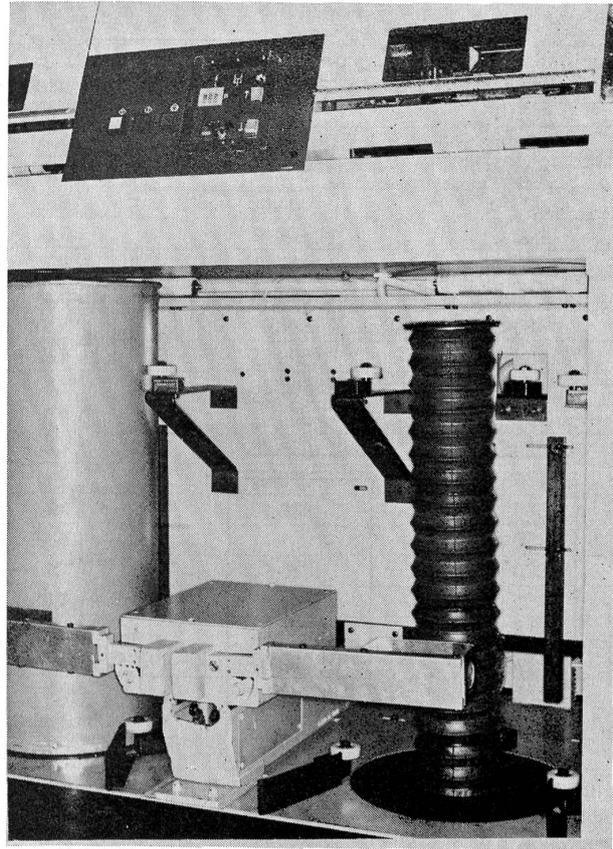
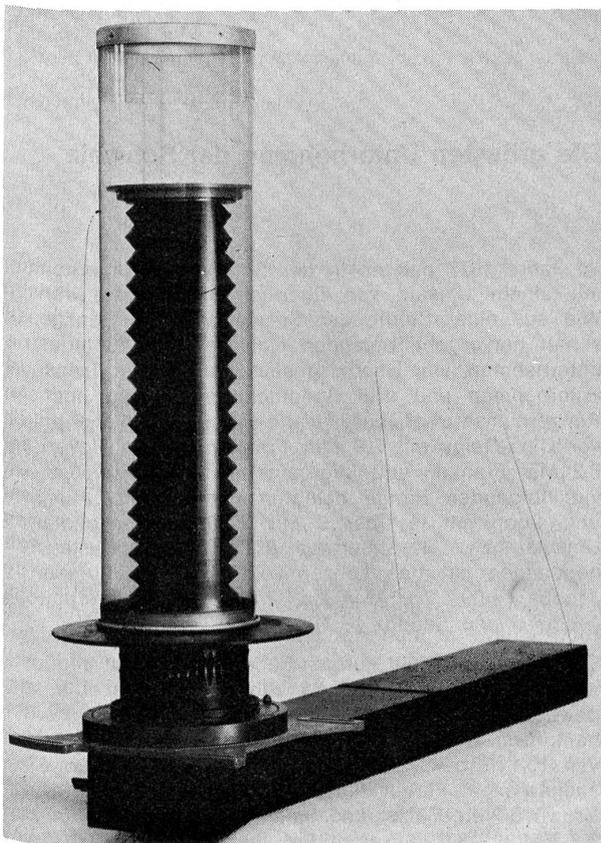

Abbildung 20
Abbildung 19
3. Verdichtungseinrichtungen (Stempel), welche durch einen konstanten Druck während des ganzen Füllvorganges eine optimale Packungsdichte erzielen (z. B. Pantograph von Toyda (Abbildung 19), COM-PRI-MAT von Zinser (Abbildung 20)).